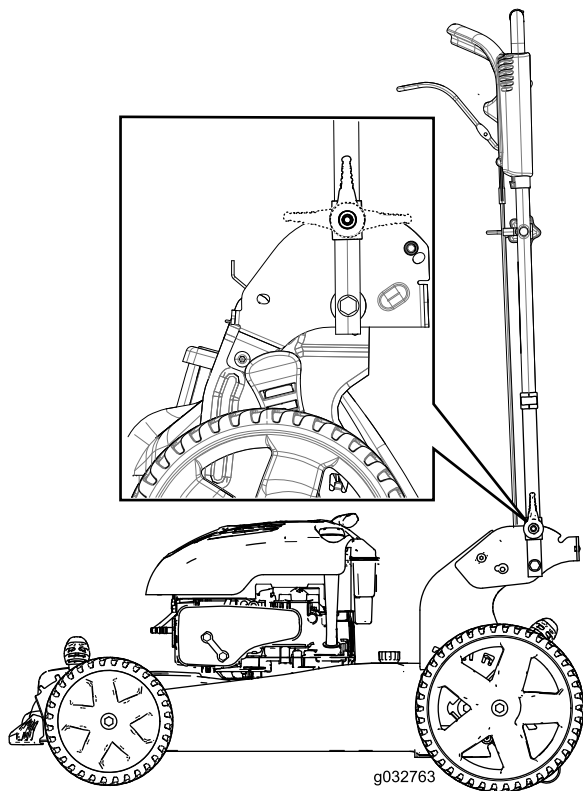

Figura 30
2. Pliegue el manillar hacia adelante, a la posición vertical o a la posición de plegado completo, según se indica en Figura 30.